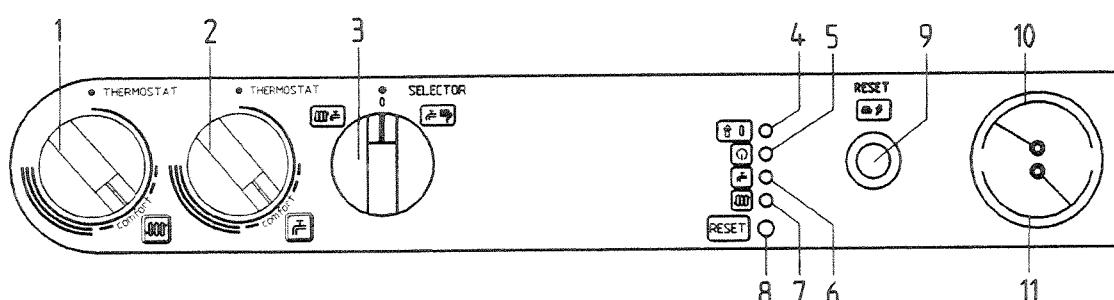

figura 1
Importante: Per abilitare le funzioni del telecontrollo è necessario che il selettor (3) di figura 1 sia posizionato in ESTATE (1). In tale caso le spie di funzionamento caldaia (6 e 7 figura 3) lampeggeranno in caso di richiesta calore rispettivamente in riscaldamento o sanitario. I dispositivi per la regolazione delle temperature (1 e 2 di figura 1) non sono abilitati.
4) obrar sobre los botones de los dispositivos de regulación de la temperatura del circuito de calefacción (1) y del agua caliente sanitaria (2) para encender el quemador principal.